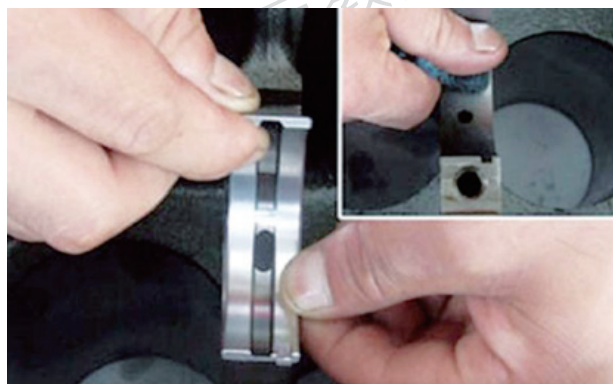
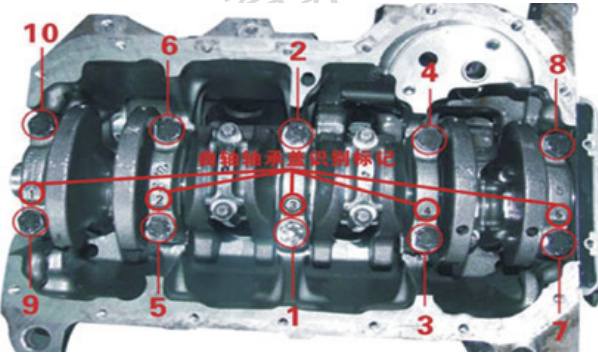
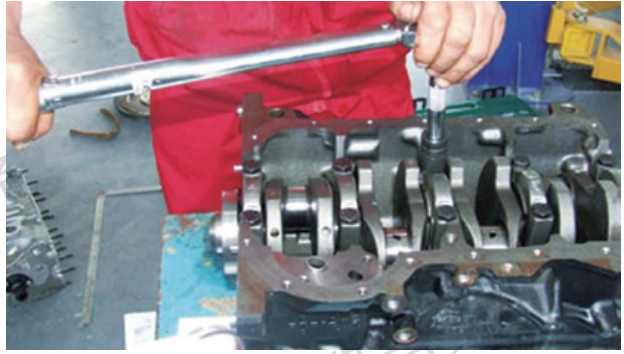

图 7 涂抹润滑油
图 10 轴承盖装配定位
图 11 轴承盖装配方向
2. 在安装好的主轴承上涂抹一层润滑油（这样有助于在机油泵没有建立机油压力之前，很好的润滑轴瓦，但涂抹的量不要过多），然后用干净的抹布擦净曲轴轴颈，小心地将曲轴安放到缸体上（如图 7）。
4. 按正确的顺序和方向安装主轴承盖，主轴承盖与主轴承不能互换装配，主轴承盖上有其识别标记（如图 10、图 11 所示）。安装主轴承盖时，将主轴承在主轴承盖上的定位（如图 7 所示中 A 所示）对应主轴承在缸体上的定位（如图 7 所示中 B 所示），切不可装反，以免损坏曲轴或主轴承。安装第三道主轴承盖时，连同止推片一起装配，最后用干净的抹布将主轴承盖固定螺栓的螺纹擦拭干净，并检查螺栓是否有拉长的现象，如有更换固定螺栓。将主轴承盖安装到位，并检查其排列的顺序，不可错乱。然后按左如图的主轴承盖的拧紧顺序分三次逐步拧紧主轴承盖的固定螺栓，最后的拧紧力矩为 $65\text{N}\cdot\text{m}+90^\circ$ 。